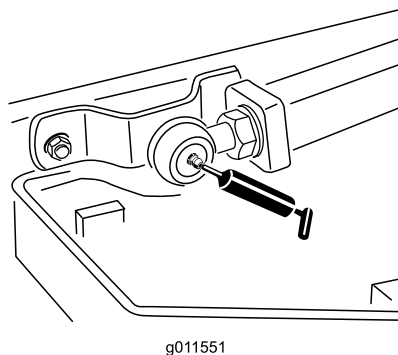

Figura 44
- Duas rótulas do braço de elevação (Figura 44)